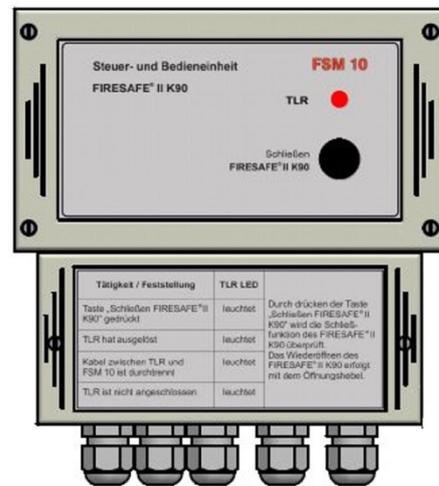

Abbildung 52
- Schließen des BK FIRESAFE® II K90 durch Drücken der Taste „Schließen FIRESAFE® II K90“ auf der FSM 10 (Abb. 52).